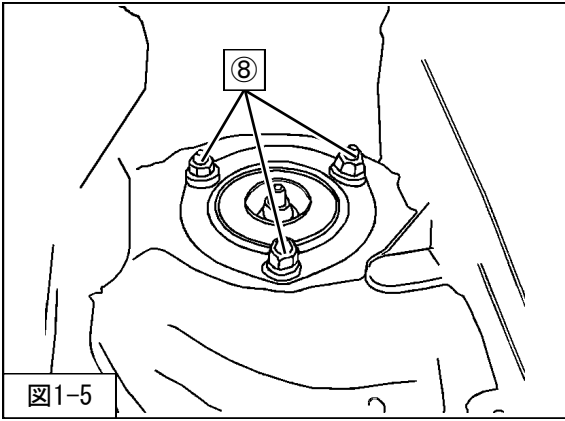

図1-5
7. ⑧フロントサスペンションASSYアッパー取付ナットを取外してください。(図1-5)